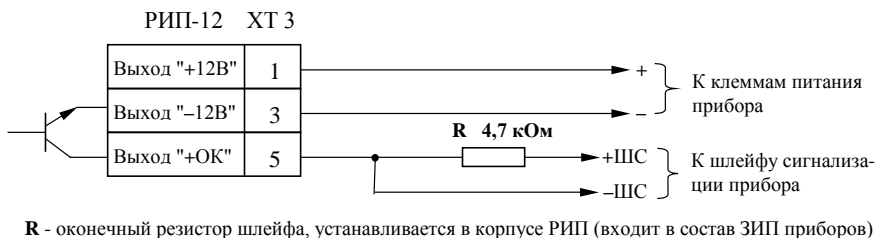

Рисунок 2
4) при необходимости дистанционной сигнализации перехода на резервное питание подключить РИП к шлейфу сигнализации запитываемых приборов. Пример подключения РИП к приборам «Сигнал-20», «Сигнал-20П», «С2000-4» и им подобным приведен на рис. 2.